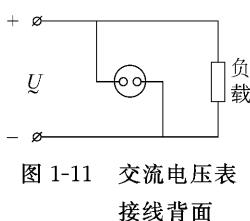

图 1-11 交流电压表接线背面
(3) 测量交流电压不用判断被测电压的极性,只要将电压表的两端与被测电压的两点并联即可,如图 1-11 所示。